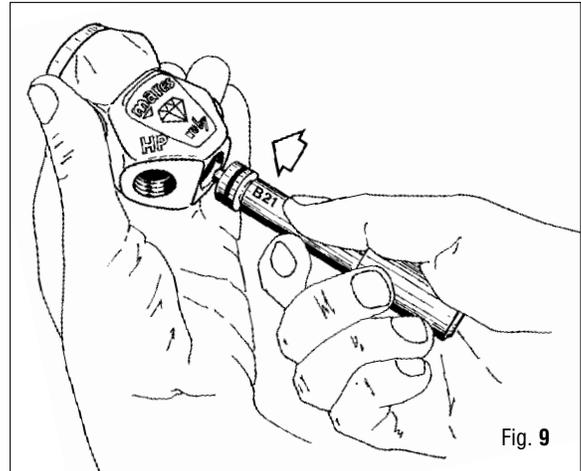

Fig. 9
9. Monte el OR (74) en el asiento de la válvula (75).
11. Empuje ejerciendo una ligera presión, el asiento de la válvula hasta su posición en el cuerpo de la Primera Etapa. (Fig. 9)